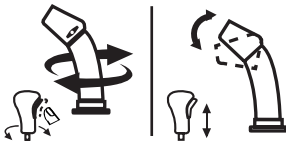

Figura 70
- Para cambiar la dirección en la que se arroja la nieve, oprima el botón del control y gírelo hacia la derecha o izquierda (Figura 70).